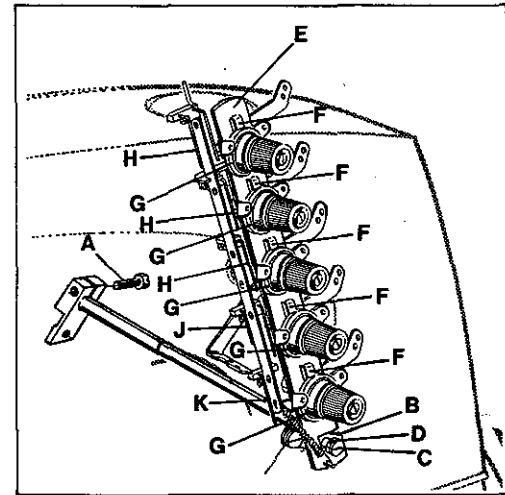

Fig. 60
5.1 Loosen screw (A, Fig. 60) in the tension release lever on the back of the machine and set lever (B) of tension release lever shaft horizontal. Retighten screw (A).
5.2 Loosen screw (C, Fig. 60) and set the tension disc separator (E) by turning eccentric (D) so that the separators (F) are as close as possible to the tension discs (G) without touching them. Retighten screw (C). The tension discs must open as soon as the cutting process starts. The tension disc separator should move freely between the tension discs without binding.
5.1 Lösen Sie die Schraube (A, Fig. 60) im Spannungsauslösehebel auf der Rückseite der Maschine und stellen Sie den Hebel (B) der Auslösestange für Fadenspannung waagrecht. Ziehen Sie die Schraube (A) wieder an.
5.2 Lösen Sie die Schraube (C, Fig. 60) und stellen Sie den Spannungsscheibentrenner (E) durch Drehen des Exzenters (D) so, daß die Öffner (F) so dicht wie möglich an den Fadenspannungsscheiben (G) stehen, ohne diese zu berühren. Ziehen Sie die Schraube (C) wieder an. Die Fadenspannungsscheiben müssen bei Beginn des Schneidvorganges öffnen. Der Spannungsscheibentrenner (E) muß zwischen den Fadenspannungsscheiben (G) freigehen ohne zu klemmen.
5.3 The thread pull-off hooks (H, Fig. 60) for the needle threads control the length of the needle thread tails on garment after trimming. The higher the hooks are set, the shorter the needle thread tails will be. Set the thread pull-off hooks (H) so that with free needle thread tails immediately the next stitch is formed, when sewing starts and the visible thread ends on the top of fabric are as short as possible. Set the thread pull-off hook (J, Fig. 60) for the looper thread so that the thread is clamped securely when trimmed. Set the thread pull-off hook (K, Fig. 60) for the spreader thread so that a sufficient amount of thread is pulled-off for the pneumatic cover thread pull-off (see item 7).
5.3 Die Fadenabzugshaken (H, Fig. 60) für die Nadelfäden regeln die Länge der Nadelfadenenden am Nähgut nach dem Abschneiden. Je höher die Haken gestellt werden umso kürzer werden die Nadelfadenenden. Stellen Sie die Fadenabzugshaken (H) so, daß bei freien Nadelfadenenden bei Nähbeginn sofort der nächste Stich gebildet wird und nur kurze Fadenenden auf der Oberseite des Stoffes sichtbar sind. Stellen Sie den Fadenabzugshaken (J, Fig. 60) für den Greiferfaden so, daß der Faden beim Abschneiden sicher festgeklemmt wird. Stellen Sie den Fadenabzugshaken (K, Fig. 60) für den Legfaden so, daß genügend Faden für den pneumatischen Legfadenabzug abgezogen wird (siehe Punkt 7).